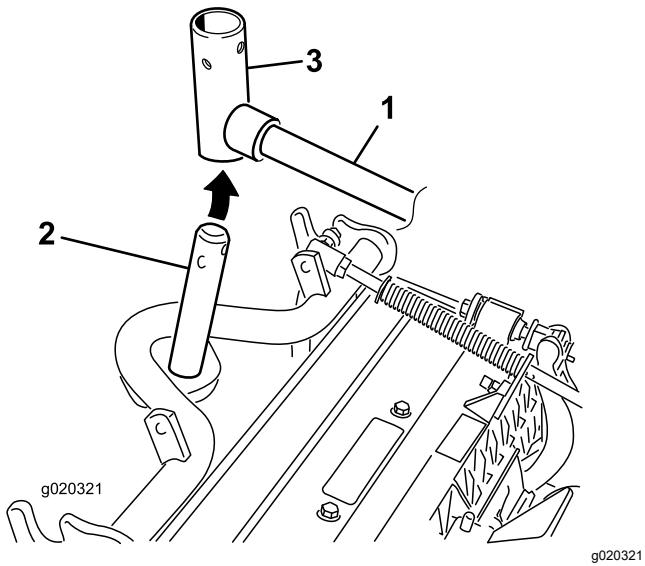

Bild 10
3. Frontmähwerke: Schieben Sie ein Mähwerk unter den Hubarm und schieben Sie gleichzeitig die Trägerrahmenwelle in das Gelenkjoch des Hubarms (Bild 10).
2. Setzen Sie das Hubarmjoch in die Trägerrahmenwelle ein (Bild 10).